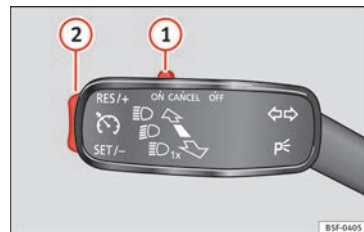

Bild 182 Spak för blinker och helljus: reglage och vippomkopplare för farthållare.
- Flytta reglaget **» bild 182 ①** åt vänster till ON.
- Tryck kort på den nedre delen av vippbrytaren SET- **» bild 182 ②** när du kör i den hastighet du vill ställa in.
- Tryck på den övre delen av vippbrytaren RES+ **» bild 182 ②** för att öka hastigheten. Fordonet fortsätter att accelerera så länge du håller vippbrytaren nedtryckt. När du släpper brytaren lagras den nya hastigheten.
- Tryck på den nedre delen av vipptomkopplaren SET- **» bild 182 ②** för att minska hastigheten. Fordonet sänker automatiskt hastigheten så länge du håller brytaren nedtryckt. När du släpper brytaren lagras den nya hastigheten.
Farthållaren slås av om du sänker hastigheten genom att trycka ned bromspedalen. Aktivera farthållaren igen genom att trycka en gång på den övre delen av vippbrytaren RES+ **» bild 182 ②**.
- när spaken **①** flyttas mot OFF utan att kopplas in helt.
För att fortsätta med farthållningen ska du släppa upp broms- eller kopplingspedalen eller sänka fordonets hastighet till under 180 km/h och trycka en gång på den övre delen av vippbrytaren RES+ **» bild 182 ②**.
Systemet **stängs av helt** genom att du för reglaget » **bild 182** ① helt åt höger (OFF in-kopplad) eller, när bilen står stilla, slår av tändningen.